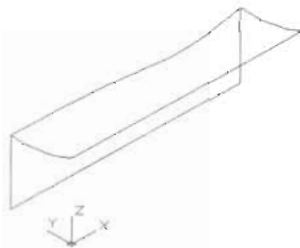

图 13-114
(7) 在命令提示行输入 Copy 命令并回车, 将上一步绘制的样条曲线水平向右复制一份, 如图 13-114 所示, 命令执行过程如下。